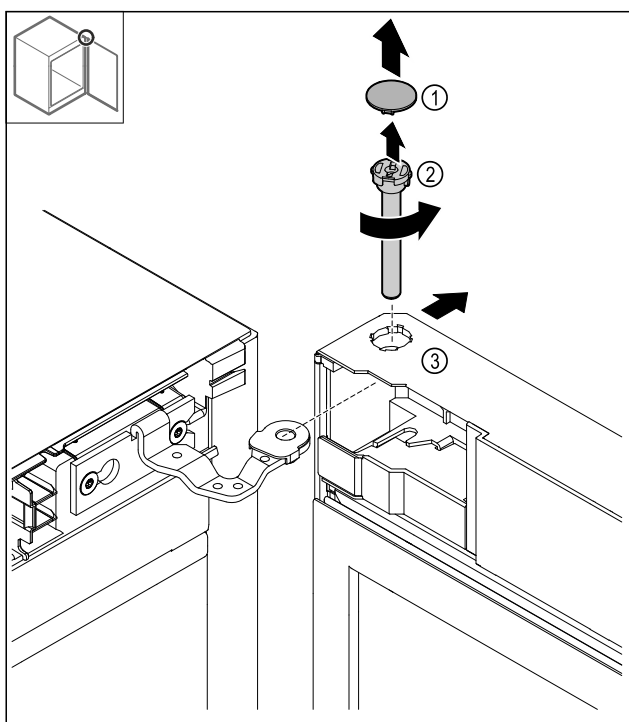

Fig. 10
- Sejměte kryt Fig. 10 (1).
- Uvolněte a vytáhněte čep Fig. 10 (2) proti směru hodinových ručiček.
- Dveře Fig. 10 (3) mírně naklopte.